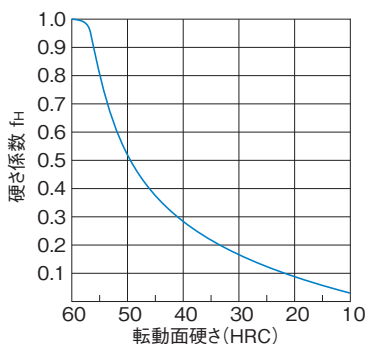

図2 硬さ係数( $f_H$ )
- C : 基本動定格荷重 (N)
- PC : 計算ラジアル荷重 (N)
- fH : 硬さ係数 (B5-6 図2参照)